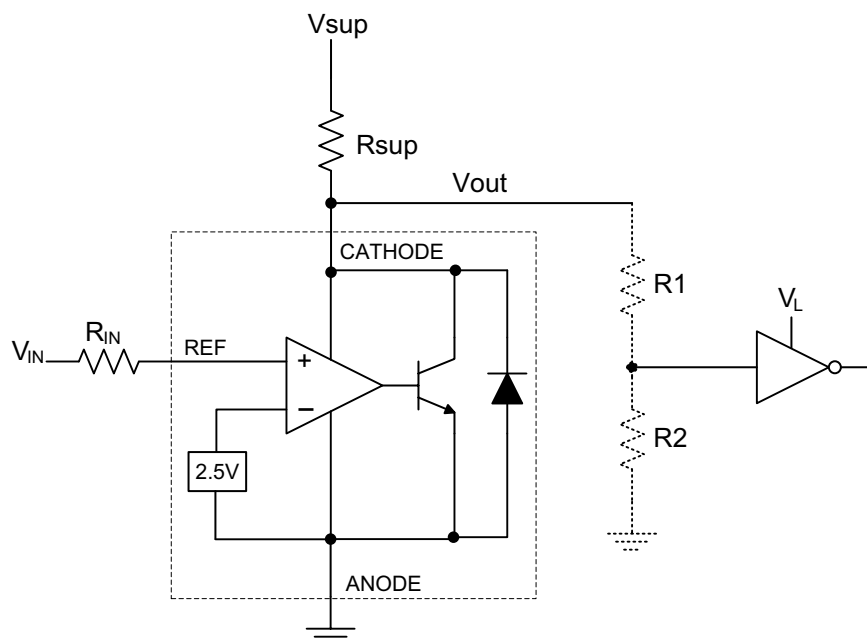

图 20. 比较器应用原理图
在图 20 所示的配置中，TL43xLI 将作为比较器，将 VREF 引脚电压与内部虚拟基准电压进行比较。在获得合适的阴极电流 (IK) 时，TL43xLI 将具有足够的开环增益来提供快速响应。图 21 显示了这种情况，其中 RSUP=10kΩ (IKA=500μA) 的情况要比 RSUP=1kΩ (IKA=5mA) 时的响应速度慢得多。由于 TL43xLI 的最大工作电流 (IMIN) 为 1mA，因此低于该电流值运行可能会导致增益降低，从而使响应速度变慢。
当在输出端上使用电阻分压器时，务必要使电阻分压器（图 20 中的 R1 和 R2）的和远高于  $R_{SUP}$ ，以免影响 TL43xLI 在关闭时将电压拉近至  $V_{SUP}$  的能力。